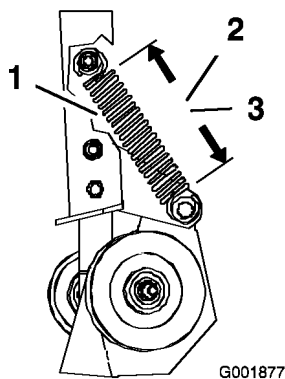
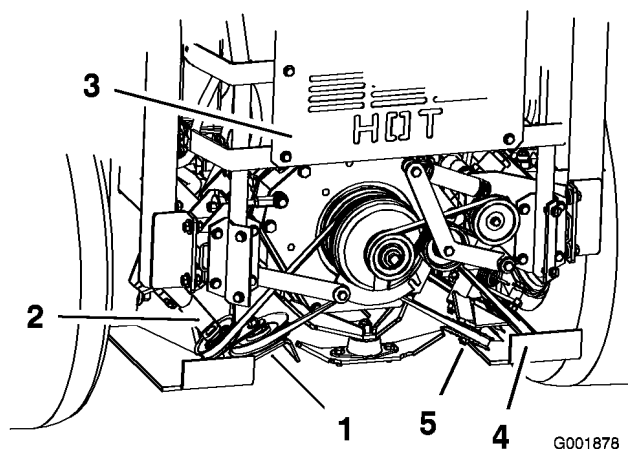

Bild 58
Bild 59
3. Messen Sie die Länge der Feder. Stellen Sie sicher, dass die Spiralen der Feder auf der federgespannten Spannscheibe die unten angegebenen Werte haben (Bild 58 und Bild 59).
- Wert für die linke Feder: $14,6 \pm 0,3$ cm (Bild 58).
- Wert für die rechte Feder: $14,0 \pm 0,3$ cm (Bild 58).
4. Wenn die Feder nicht den richtigen Wert hat, lösen Sie die Mutter, mit der die verstellbare Spannscheibe befestigt ist, damit Sie die Scheibe im Schlitz nach oben oder unten bewegen können (Bild 59).
5. Lösen Sie den Druck auf der federgespannten Spannscheibe (Bild 59).
- Positionieren Sie die verstellbare Spannscheibe weiter unten im Schlitz und ziehen Sie die Mutter fest (Bild 59).
- Stellen Sie sicher, dass die Spiralen der Feder auf der federgespannten Spannscheibe die unten angegebenen Werte haben (Bild 58).